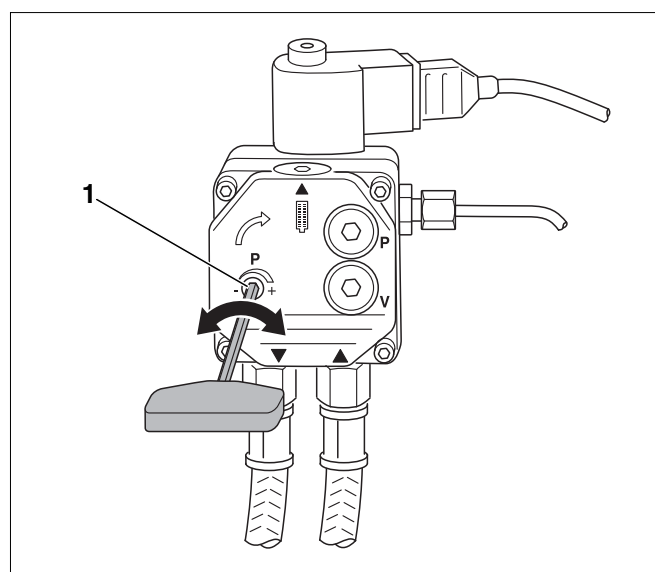
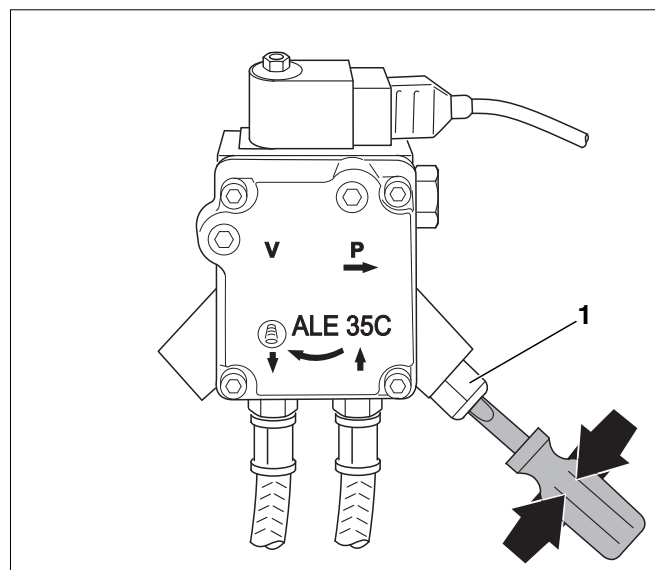

Fig. 32 Ajuste de presión – Bomba de gasóleo de Danfoss
Fig. 33 Ajuste de presión – Bomba de gasóleo de Suntec
Si gira levemente el tornillo de regulación de presión (fig. 32, pos. 1 o fig. 33, pos. 1) variará la presión de la bomba de gasóleo y, con ella, el contenido de CO₂.